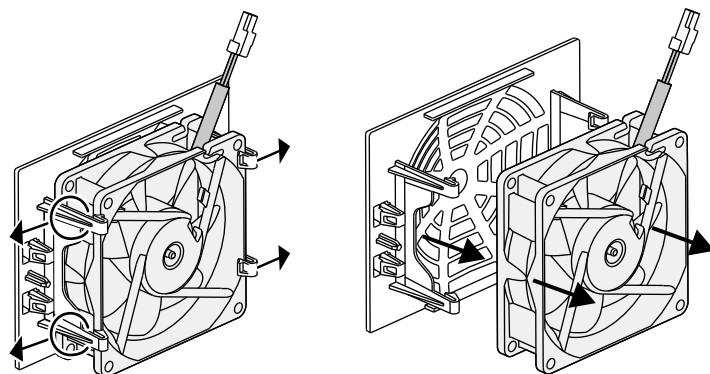

Fig. 63: Desmonte a grelha do ventilador
5. Também é possível remover o ventilador da grelha. Para isso, pressione levemente as patilhas de fixação para fora e retire o ventilador.  **Fig. 63**